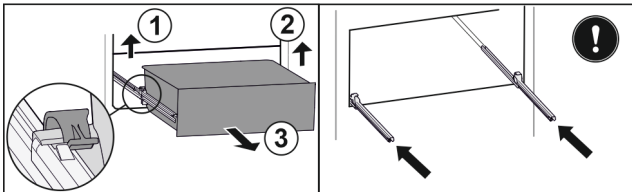

Fig. 38
- ▶ Linker klem optillen en gelijktijdig lade links naar voren trekken. Fig. 38 (1)
- ▶ Rechter klem optillen en gelijktijdig lade rechts naar voren trekken. Fig. 38 (2)
- ▶ Lade naar voren toe verwijderen. Fig. 38 (3)